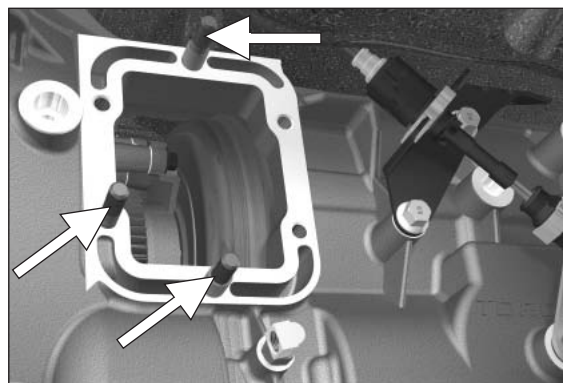

Figura 9
- Instale los tres pasadores del juego de remaches (8000-21X). Instale los dos pasadores más largos en la posición de las 12 horas y de las 6 horas, y el pasador más corto en las ubicaciones de las 8 horas en la almohadilla de abertura de la transmisión. (**Figura 9**)